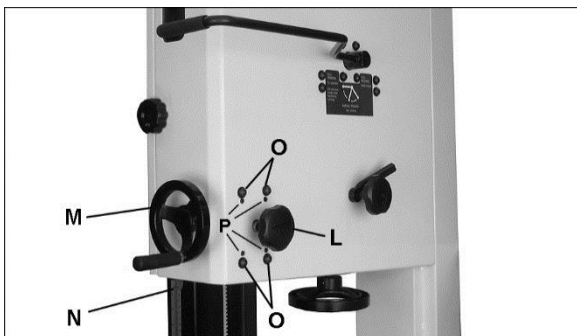

Fig 40
Pour le réglage, desserrez doucement les vis (O, Fig 40) et tournez les vis de réglage (P) si nécessaire.